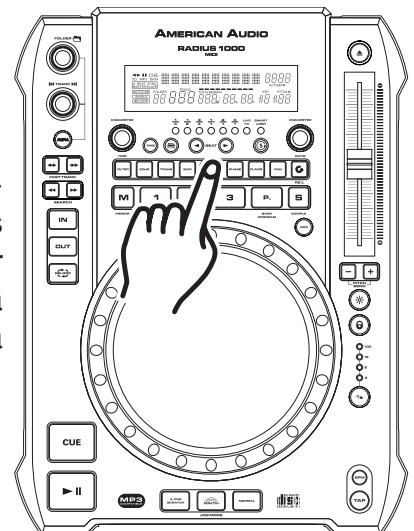

Figura 52
BOTÓN HOLD: Emplee el **BOTÓN HOLD (24)** para proteger los parámetros que eligió. Si este botón no ha sido activado, todos los cambios que practique a sus parámetros serán sólo momentáneos. Para activar la función hold, presione el **BOTÓN HOLD (24)**, como se indica en la figura 52. Una vez activada la función, el **BOTÓN HOLD (24)** se ilumina en color azul.